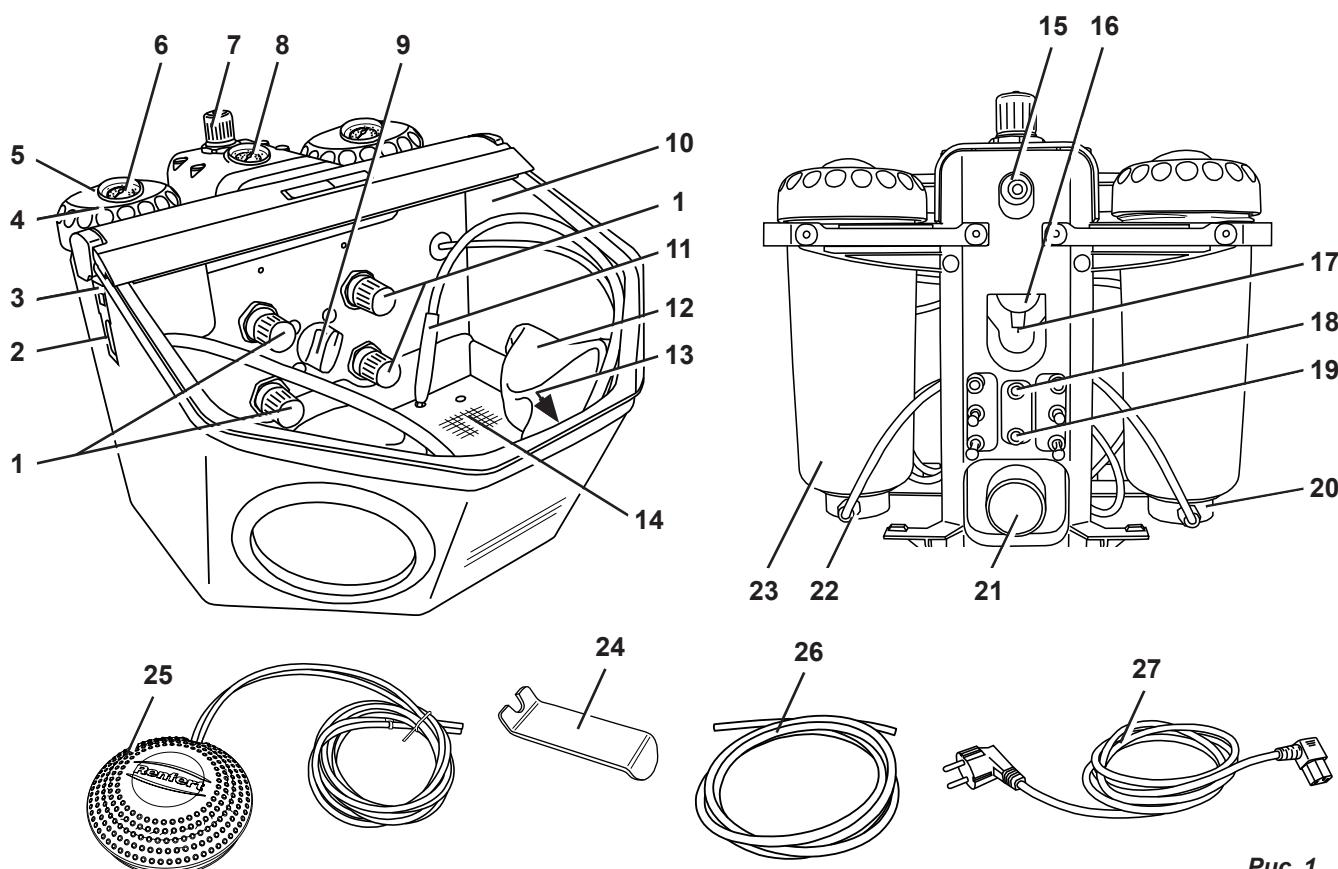

Рис. 1
- ⇒ Шланг для сжатого воздуха (26) вставить до упора в гнездо (15). При этом будет ощущаться легкое сопротивление.
- ⇒ Проверить, находится ли давление подключения в необходимых пределах (см. технические данные). Индикация производится на манометре (8, Рис. 1).
**Никогда не приводите в действие регулятор давления (7) пневмоблока. Он имеет фабричную установку давления в 6 бар для оптимальной работы перекидных клапанов.**